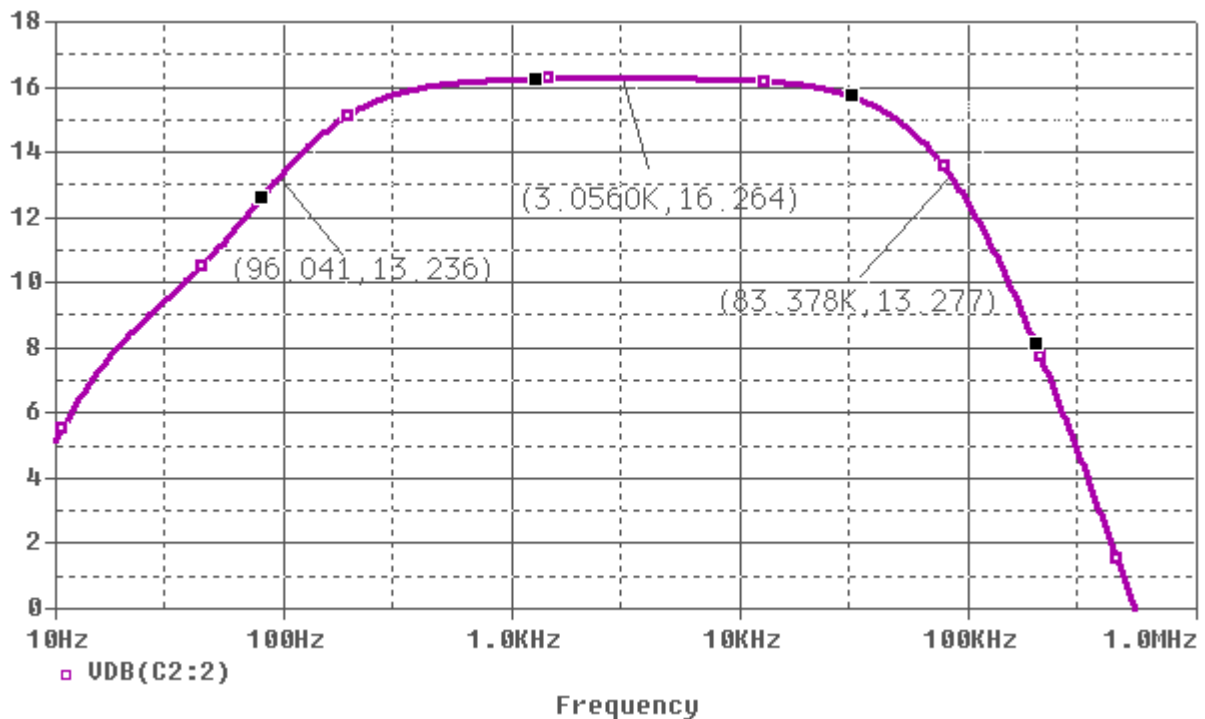

Рис. 5. Амплитудно-частотная характеристика усилителя.
- Запустить схему на расчет (клавиша **F11** или пиктограмма ) и получить амплитудно-частотную характеристику усилителя (рис. 5).
- С помощью электронных курсоров определить коэффициент усиления LK_e в децибелах в области средних частот (надо определить также значение K_e в **линейном масштабе**). На уровне -3дБ от значения LK_e на средней частоте определить граничные частоты (f_H и f_B). Для получения всех необходимых значений на одном графике следует воспользоваться пиктограммой **Mark Label** , позволяющей ввести на экран координаты точки, помеченной курсором (рис. 5).